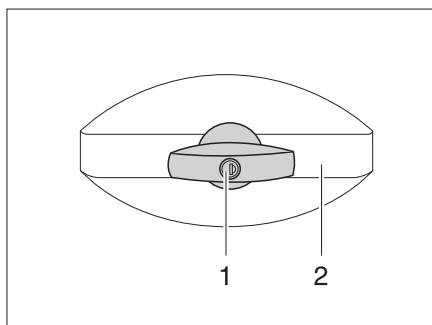

Bild 31 Lucklås, ellipsformat, låst
- Stick in nyckeln i låscylindern (Bild 31,1) och vrid ett kvarts varv moturs. Låshandtaget (Bild 31,2) hakar loss.